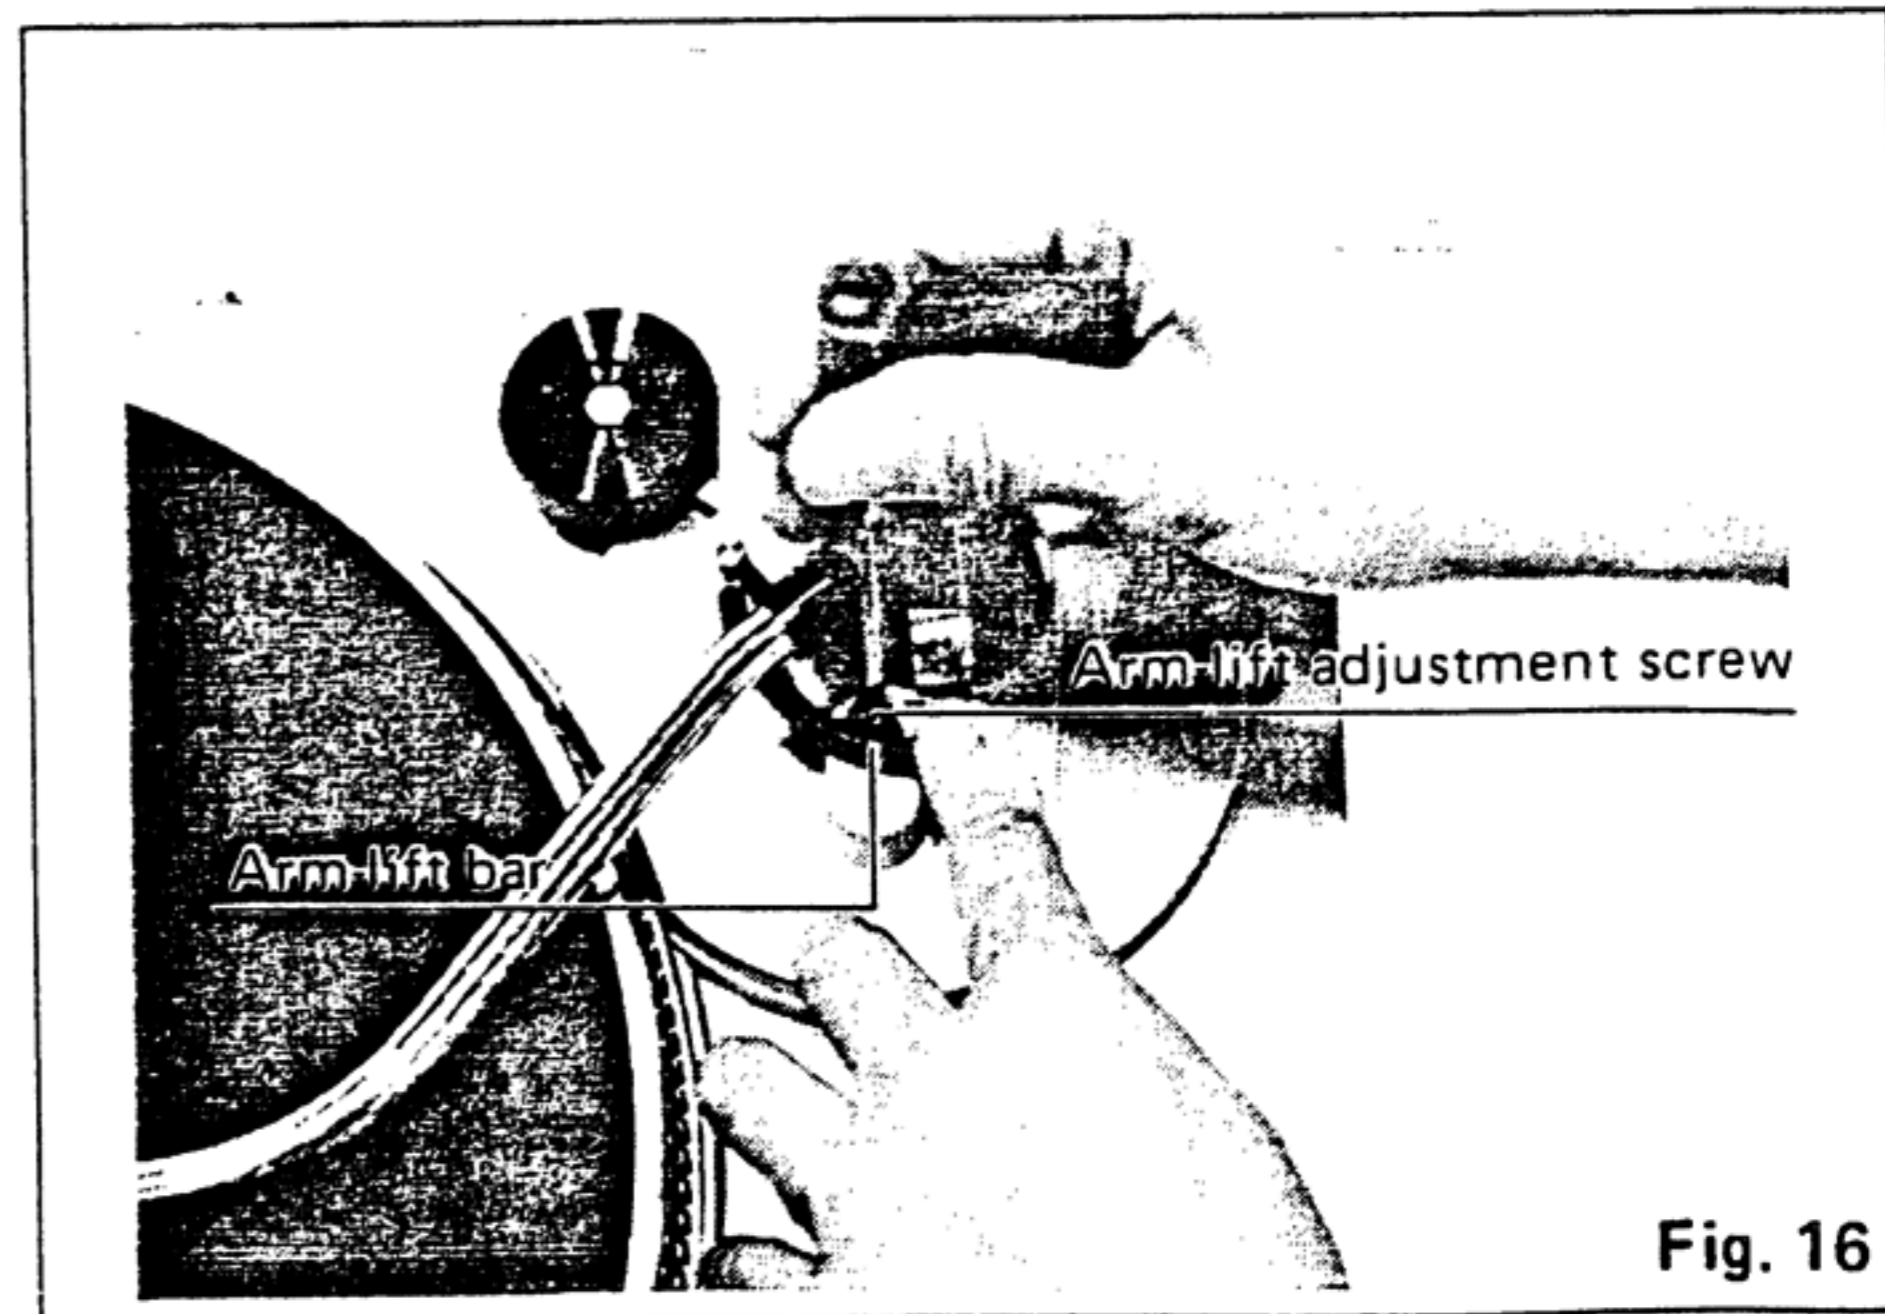

Fig. 16
3. Drehen Sie die Justierschraube im Uhrzeiger- oder Gegenuhrzeigersinn, währenddem Sie die Tonarmliffführung nach unten drücken. (Vgl. Abb. 16.)
3. Tourner la vis de réglage dans le sens des aiguilles d'une montre ou dans le sens inverse, tout en abaissant l'élevateur du bras. (Voir Fig. 16.)